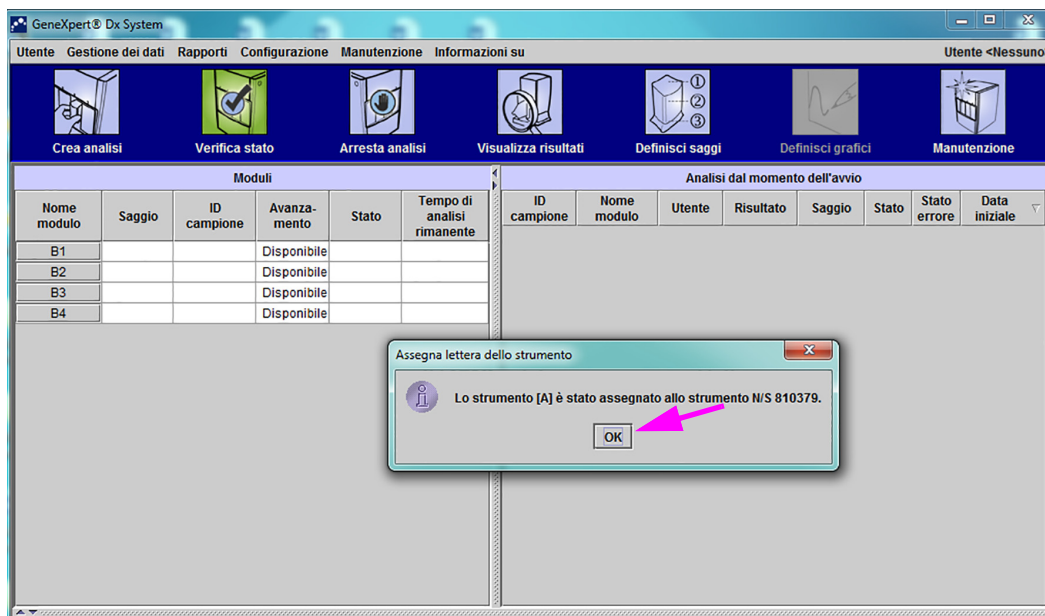

Figura 2-60. Finestra GeneXpert Dx System con assegnazione aggiornata delle lettere allo strumento
8. Fare clic su **OK** per chiudere la finestra di dialogo Assegna lettera dello strumento (vedere la Figura 2-60). Il nome del modulo viene aggiornato con le lettere del nuovo strumento.